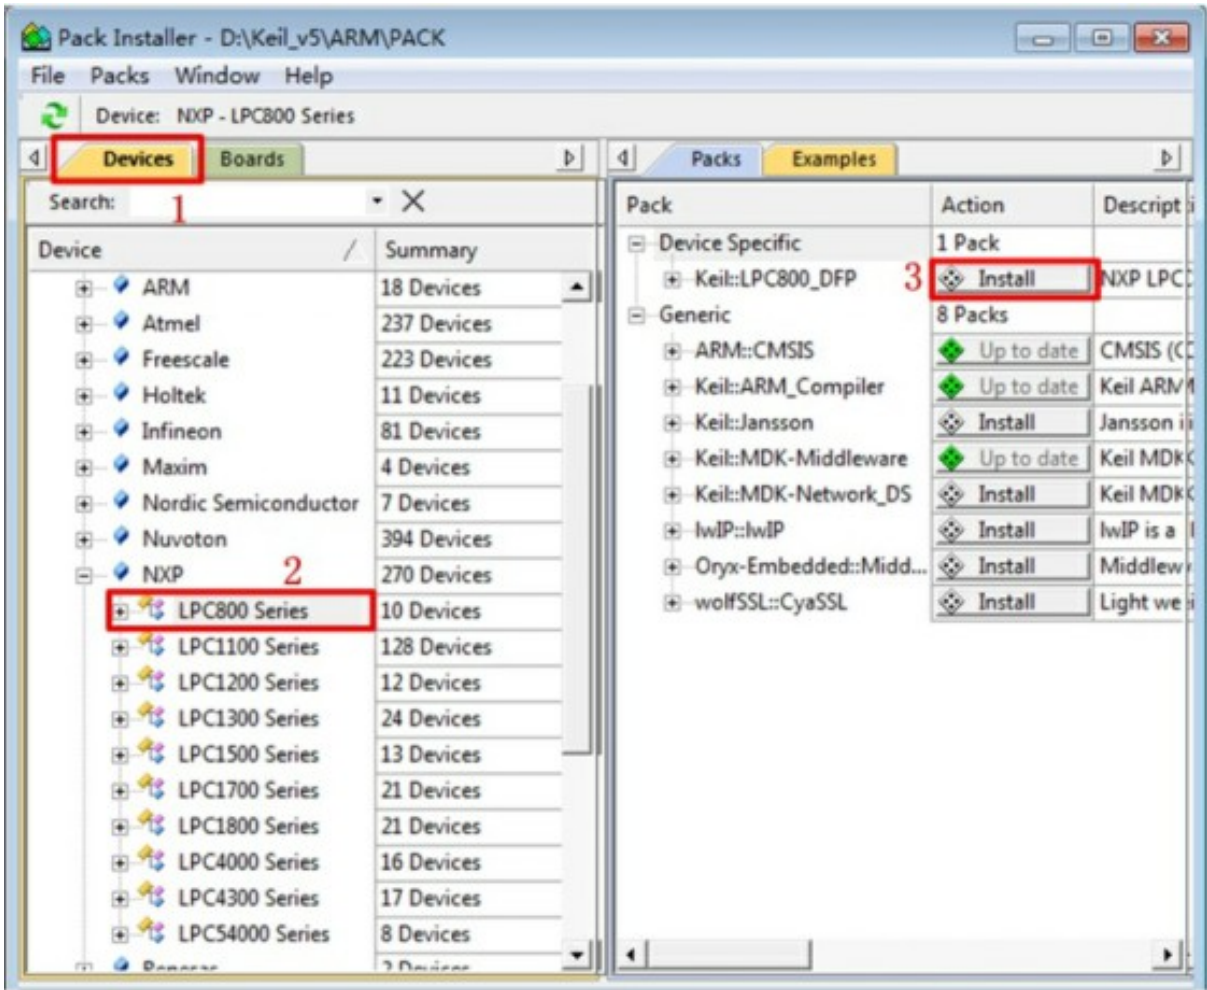

图 22: 安装 Pack
(4) 如图 22 所示，在左侧 device 中找到 NXP 厂商下 LPC800 芯片系列，在右侧相应处